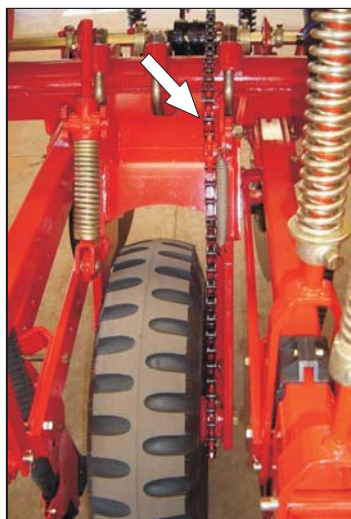

Fig. 32
1. Retire a corrente de transmissão do rodado. - **Fig. 32**